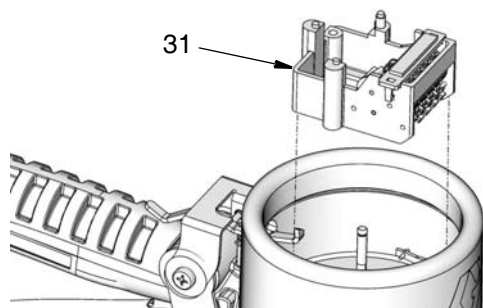

FIG. 30
- Déposez tout l'ensemble du compteur (31) (FIG. 30).